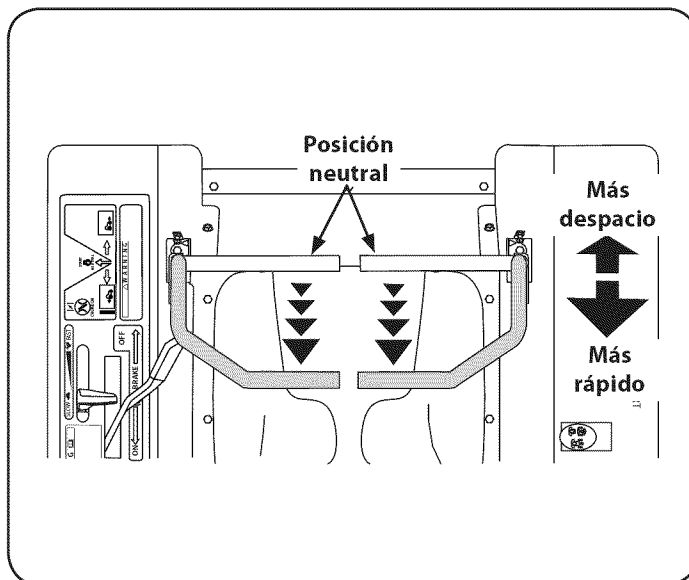

Figura 17
1. Mueva las dos palancas de control lenta y suavemente hacia atrás. El tractor cortacésped comenzará a moverse hacia atrás. Vea la Figura 17.